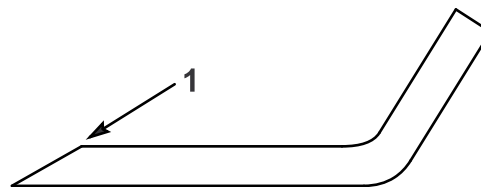

Figura 40
1. Affilate i taglienti da entrambe le estremità di ogni lama con una lima (Figura 40).